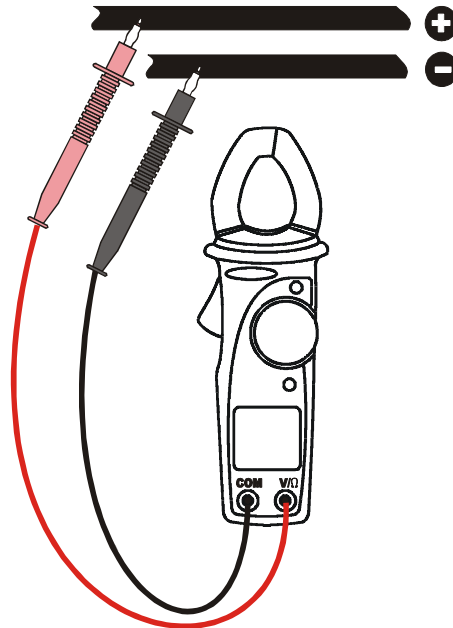

Fig. 5: Uso del instrumento en la medida de tensión CC
2. Inserte el cable rojo en el terminal de entrada V/Ω y el cable negro en el terminal de entrada COM, como visualizado en Fig. 5.